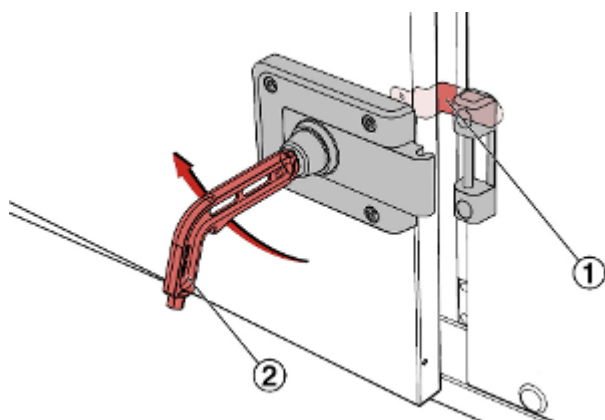

Fig. 52 : Libération du loquet de sécurité
4. ▶ Tourner la clé spéciale TROX ou le levier de commande (Fig. 52 /2) 90° dans le sens des aiguilles d'une montre.
- ⇒ Le verrou de sécurité se libère (Fig. 52 /1) ; la trappe peut maintenant s'ouvrir complètement.